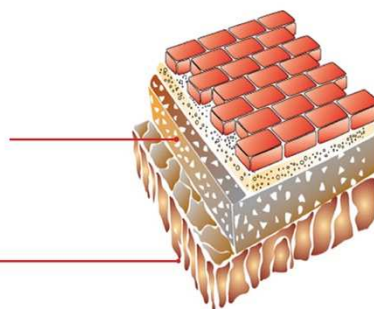

Fig. 1 - Representação da base de assentamento
1. Remover a camada vegetal e/ou terreno natural até à cota necessária, conforme Fig. 1.;